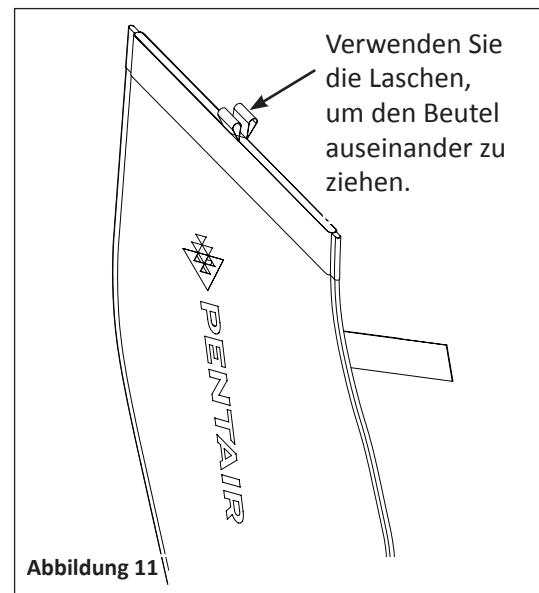

Abbildung 11
3. Öffnen Sie den Beutelverschluss, indem Sie die Stofftaschen oben am Beutel auseinander ziehen (siehe **Abbildung 11**). Halten Sie den Beutel unten fest und drehen Sie ihn um, um die Fremdkörper oben auszuleeren. Spülen Sie den Beutel gegebenenfalls mit einem Schlauch aus.